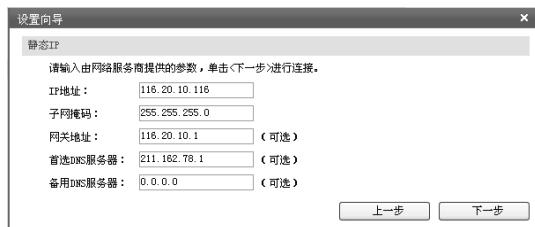

图4-10 上网方式-静态IP
3)如果上网方式为静态IP, 即拥有网络服务商提供的固定IP地址, 则需要填写IP地址、子网掩码、网关和DNS服务器等内容, 如**图4-10**所示。